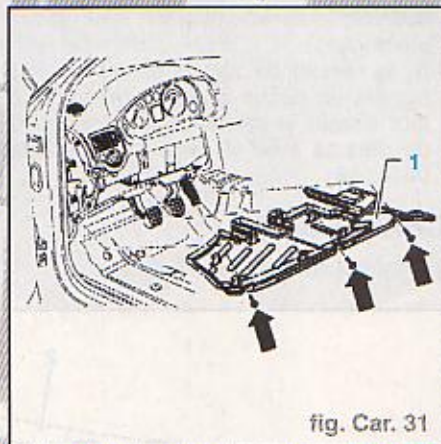

fig. Car. 31
- Retirer l'écran-support (1).
- Dévisser entièrement les trois vis (flèches) (fig. Car. 31).
- Retirer le cache (1) de plancher.